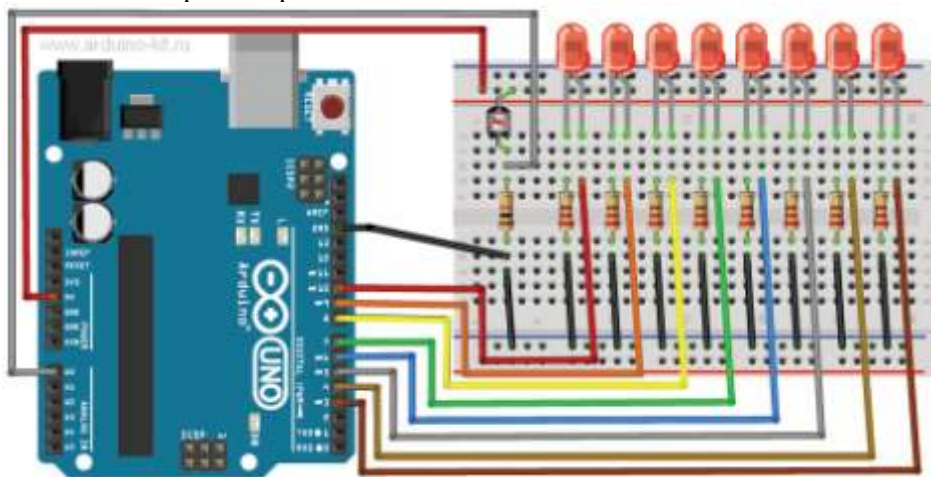

Рисунок 18
Создадим индикатор освещенности с помощью светодиодного ряда из 8 светодиодов. Количество горящих светодиодов пропорционально текущей освещенности. Собираем светодиоды по схеме на рис. 18, используя ограничительные резисторы номиналом 220 Ом.
1. Подключаем фоторезистор и светодиоды по схеме на рис. 18.
3. Регулируем рукой освещенность фоторезистора и по количеству горящих светодиодов определяем текущий уровень освещенности (рис. 18).